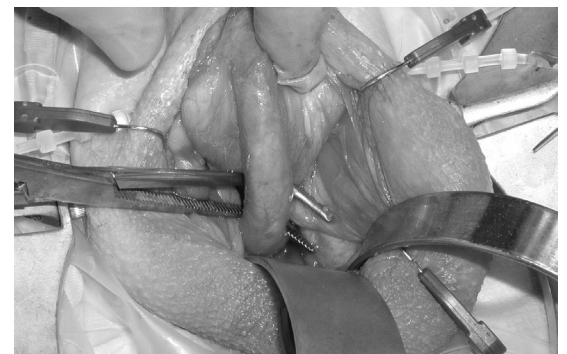

Figura 4-19.
8. Como el paciente se encuentra en posición supina, la uretra es móvil y se puede usar una sujeción de ángulo recto para realizar la disección posterior de la uretra casi con visión directa. Abra la pinza de ángulo recto para crear espacio suficiente y así poder colocar el manguito oclusivo. (Figura 4-19)